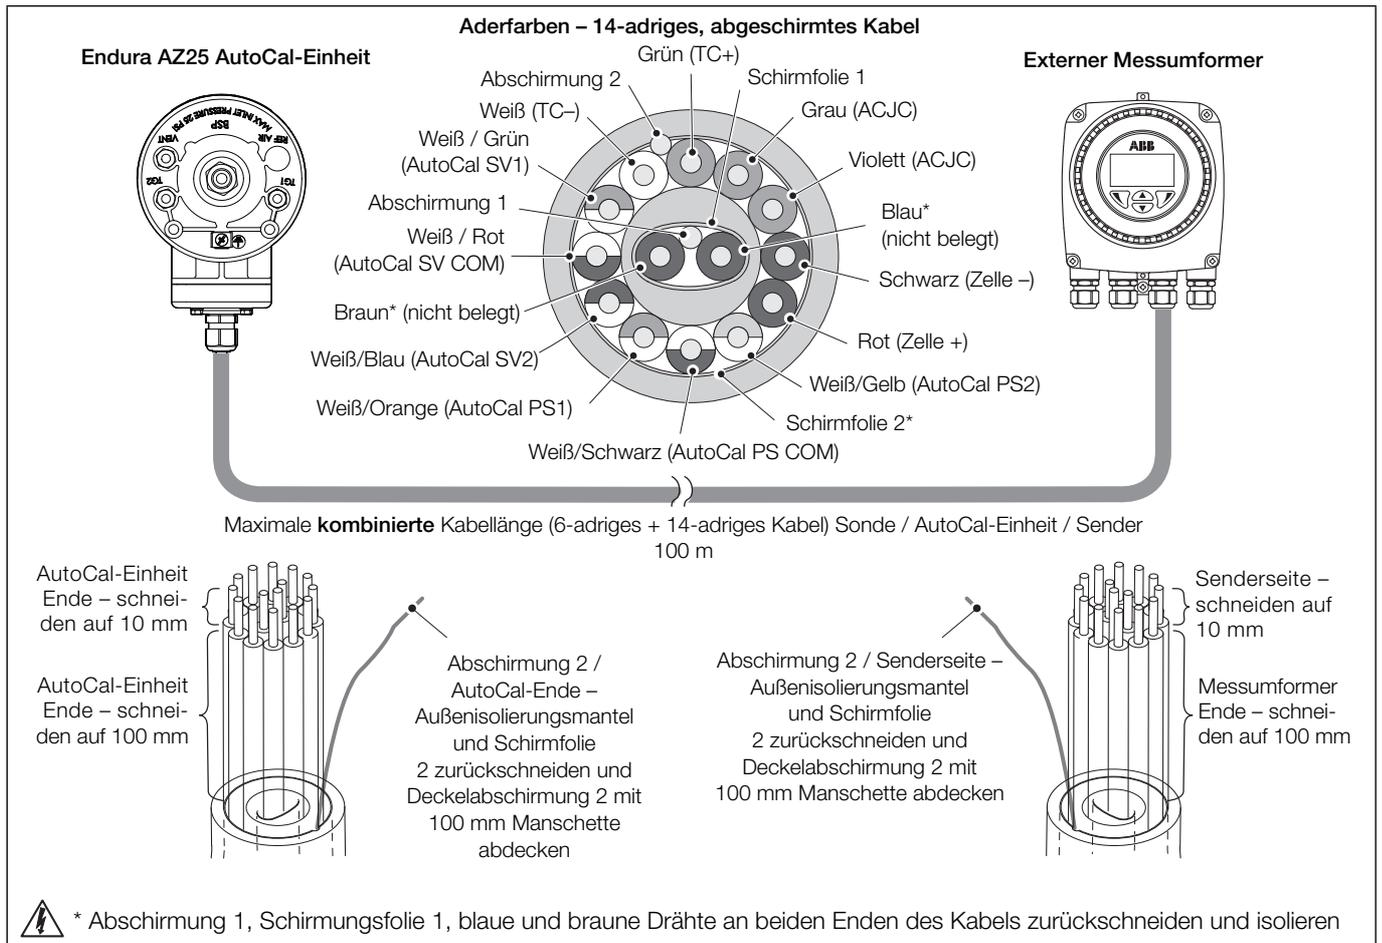

Fig. 4.5 Kabelkonfektionierung – 14-adriges Kabel / Endura AZ25 AutoCal-Einheit zu Endura AZ25 Fernsender
- 14-adriges Kabel: nur Endura AZ25 AutoCal-Einheit zu Endura AZ25 Sender – siehe Abb. 4.5, Seite 25
- 14-adriges Kabel: an Endura AZ25 AutoCal-Einheit: äußerer Isolationsmantel und Schirmfolie zurückschneiden und isolieren, Draht mit AutoCal-Einheit äußere Klemmleiste SCN-Anschluss verbunden lassen – siehe Abb. 4.5, Seite 25
- 14-adriges Kabel: an Endura AZ25 Sender: äußerer Isolationsmantel und Schirmfolie zurückgeschnitten und isoliert, Erdungsdraht verbunden mit interner Reihenklemme Erdungsbolzen an den Sender – siehe Abb. 4.5, Seite 25